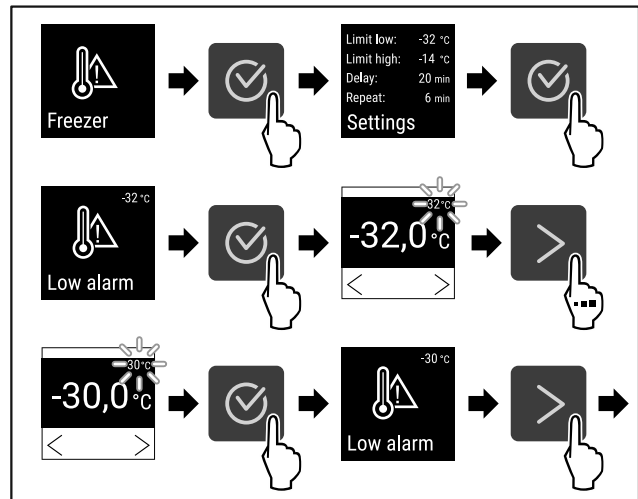

Fig. 131
- ▶ Εκτελέστε τα βήματα ενεργειών (βλέπε Fig. 131).